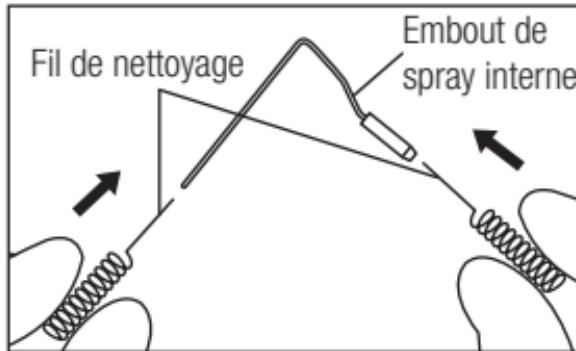

Fig. 13
- Nettoyez l'intérieur de l'embout de spray interne et/ou l'embout de spray externe à l'aide du fil de nettoyage. (Fig. 13,14)